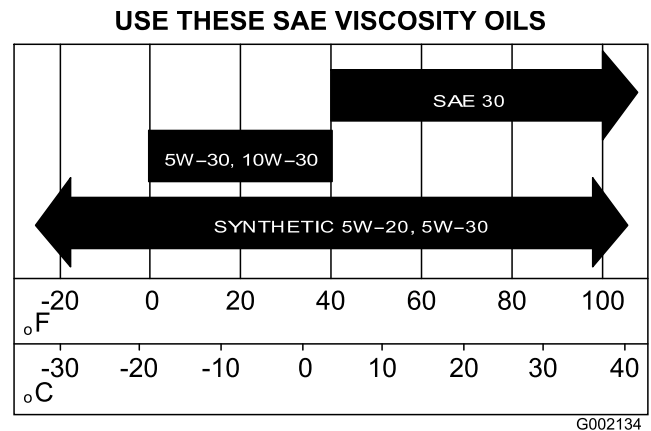

Рисунок 40
5. Залейте в картер двигателя масло указанного типа, см. Рисунок 40 в разделе Замена масла (модели 07273 и 07273ТС) (страница 37).